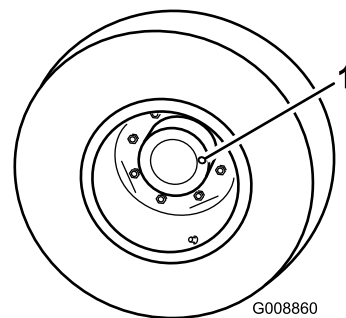

Figure 37
1. Garez la machine sur une surface plane et horizontale, tournez la roue de manière que le bouchon de contrôle/vidange (Figure 37) se trouve à la position 3 heures ou 9 heures.
2. Retirez le bouchon du train planétaire (Figure 37). L'huile doit atteindre la base de l'orifice du bouchon de contrôle à l'arrière du frein.